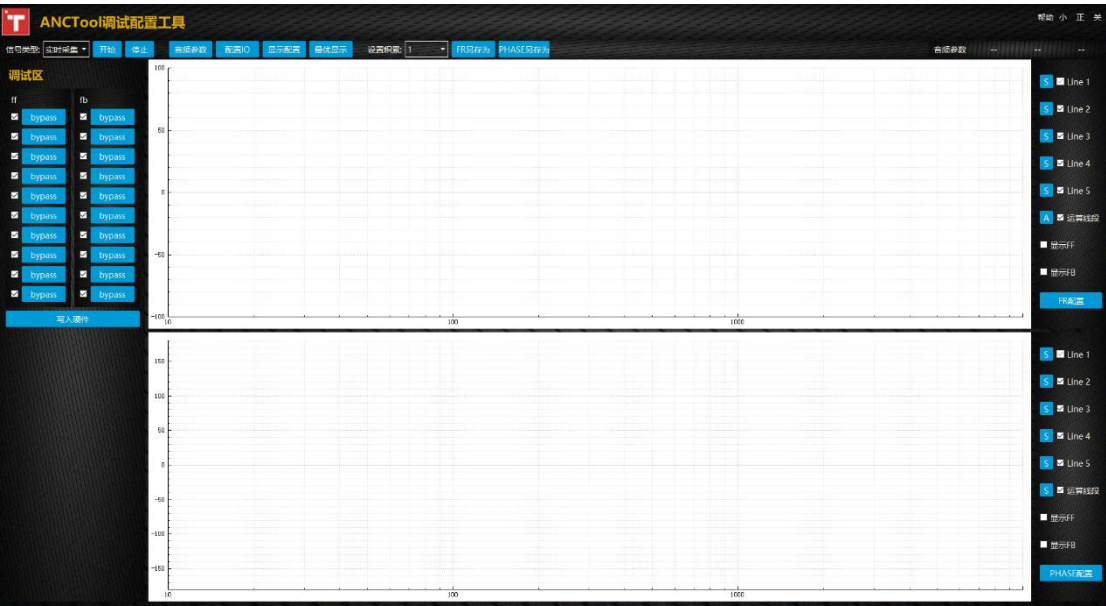

图 1 软件初始界面
1. 界面初始界面，软件分为标题栏、操作栏、调试区、FR 波形调试区和 PHASE 波形调试区，操作栏的功能是对波形进行实时分析的控制操作；调试区是调试 FF(前置)和 FB(后置)中十组十组滤波器算法所形成的的波形，右侧上面是 FR 波形调试区，下侧是 PHASE 波形调试区。如图 1。